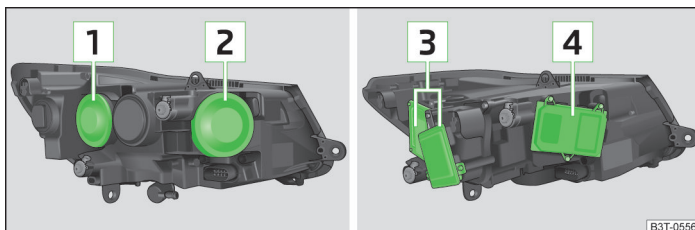

Fig. 201 Asignación de bombillas: faros con luz halógena / con luz de xenón
- Retirar la tapa de goma 1 » fig. 201 de la página 263.
- Retirar la tapa de goma » fig. 201 de la página 263.